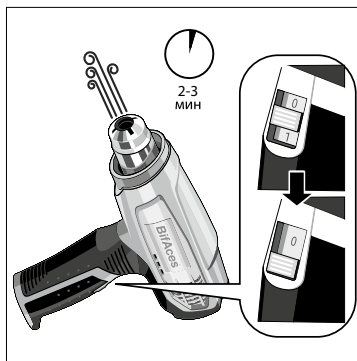

Рисунок 4 - Выключение строительного фена серии АНГ.
7.1.4 Для отключения электроинструмента переведите выключатель в положение «0» и отсоедините штекер шнура питания от электросети (см. Рисунок 4).